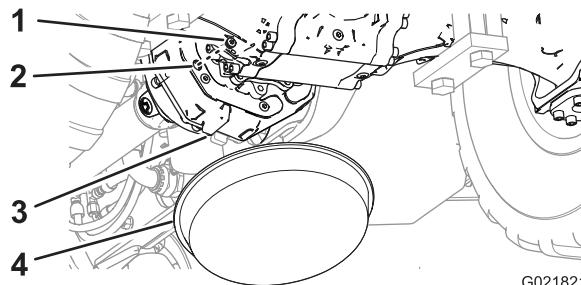

Рисунок 72
1. Поместите сливной поддон под заднюю часть картера трансмиссии (Рисунок 72).
2. Отверните пробку смотрового отверстия трансмиссии (Рисунок 72).
3. Посмотрите сквозь смотровое отверстие и убедитесь, что уровень масла в трансмиссии находится на нижней части резьбы отверстия (Рисунок 72).
6. Установите пробку в смотровое отверстие картера трансмиссии (Рисунок 72).